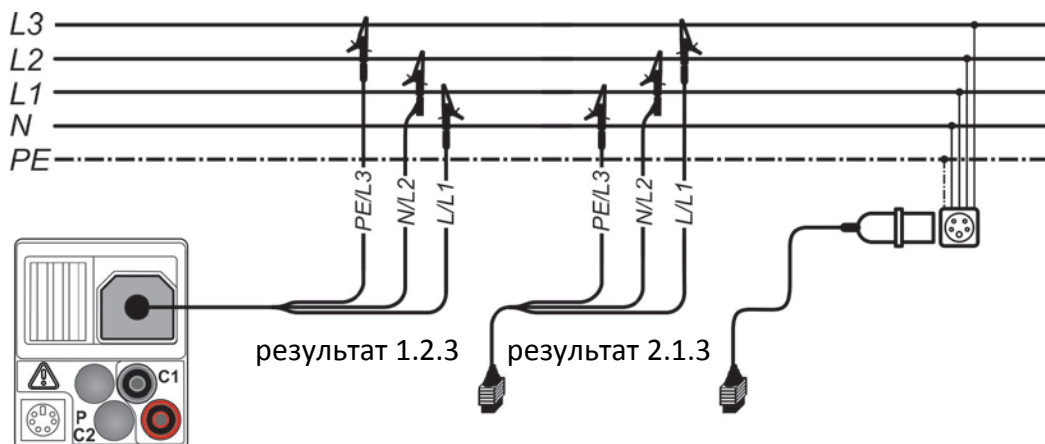

Рисунок 5.2: Подключение 3-х проводного тестового кабеля и дополнительного адаптера к трехфазной цепи
- **Подключите** испытательные выводы (провода) к исследуемому элементу (см. Рисунок 5.2: Подключение 3-х проводного тестового кабеля и дополнительного адаптера к трехфазной цепи